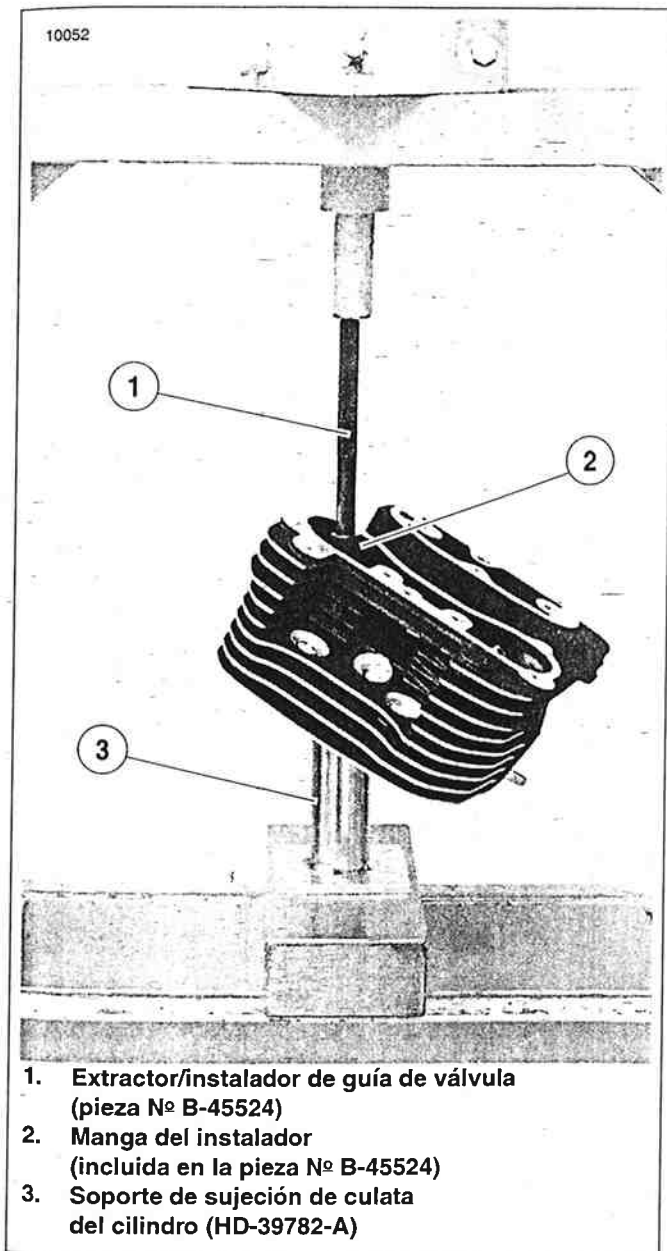

Figura 3-36. Instalación de la guía de válvula sin reborde
- d. Coloque la manga del instalador (2) sobre la guía de la válvula y después inserte el extractor/instalador (1) de la guía de la válvula en la manga del instalador.
- e. Vea la Figura 3-36. Centre el extractor/instalador de la guía de la válvula (1) debajo del ariete de la prensa mecánica y aplique presión solamente hasta que la válvula empiece a entrar en el diámetro interior, después retire ligeramente el ariete para permitir que la guía se centre por sí misma.